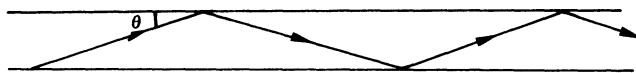

Fig. 17
Nous connaissons donc le processus de propagation d'un rayon dans une fibre, illustré par la figure 17 à condition que l'angle  $\theta$  soit assez petit pour répondre à la condition de l'équation (3).